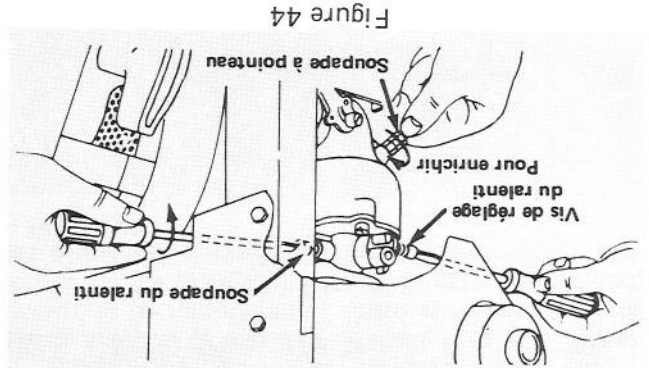

Figure 44
9. De nouveau, tournez la vis de réglage de la vitesse du ralenti (Fig. 44) jusqu'à ce que le moteur tourne au ralenti à raison de 1750 tours-minute.
6. Tournez la soupape à pointeau (Fig. 44) vers la droite — en vissant — jusqu'à ce que le moteur ait des ratés à cause de la pauvreté du mélange d'essence. Puis tournez la soupape à pointeau vers la gauche — en dévissant — de sorte que le moteur tourne de façon irrégulière à cause du mélange d'essence trop riche. Tournez ensuite la soupape à pointeau à droite, à mi-chemin entre le mélange trop riche et le mélange trop pauvre, jusqu'à ce que le moteur tourne en douceur.
7. Ramenez la commande des gaz à la vitesse de ralenti. Tournez alors la vis de réglage du ralenti (Fig. 44) jusqu'à ce que le moteur tourne au ralenti accéléré — 1750 tours-minute.
8. Tournez à droite la soupape du ralenti (Fig. 44) en vissant — jusqu'à ce que le moteur commence à avoir des ratés à cause d'un mélange trop pauvre. Ensuite, tournez la soupape du ralenti à gauche — en dévissant — jusqu'à ce que le moteur tourne de façon irrégulière à cause d'un mélange trop riche. Ensuite, tournez la soupape du ralenti à droite,
1. Soupape à pointeau (Fig. 44) — Fermez la soupape à pointeau en la tournant délicatement vers la droite (en vissant).
2. Tournez de 1-1/2 tour vers la gauche la soupape à pointeau pour l'ouvrir (Fig. 44).
3. Soupape du ralenti (Fig. 44) — Fermez la soupape du ralenti en la tournant délicatement à droite (en vissant).
4. Ouvrez la soupape du ralenti en la tournant de 1/4 à 3/4 de tour vers la gauche ou en la dévissant (Fig. 44).